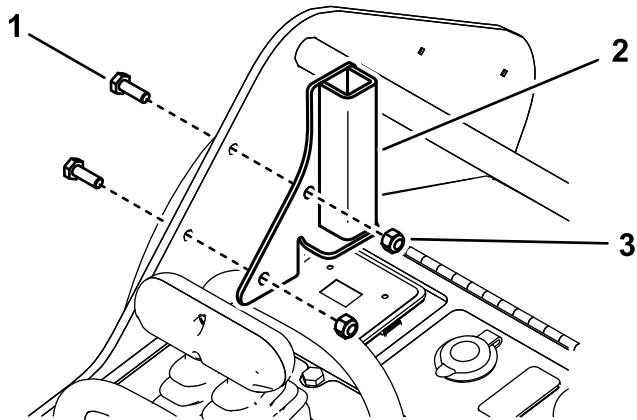

Figura 7
- Instale el soporte del protector izquierdo en el lado izquierdo del bastidor con 2 pernos (1/4"x 3/4") y 2 contratuercas (1/4"), según se muestra en Figura 7.
- Instale el soporte del protector derecho en el lado derecho del bastidor con 2 pernos (1/4"x 3/4") y 2 contratuercas (1/4") (similar a la Figura 7).